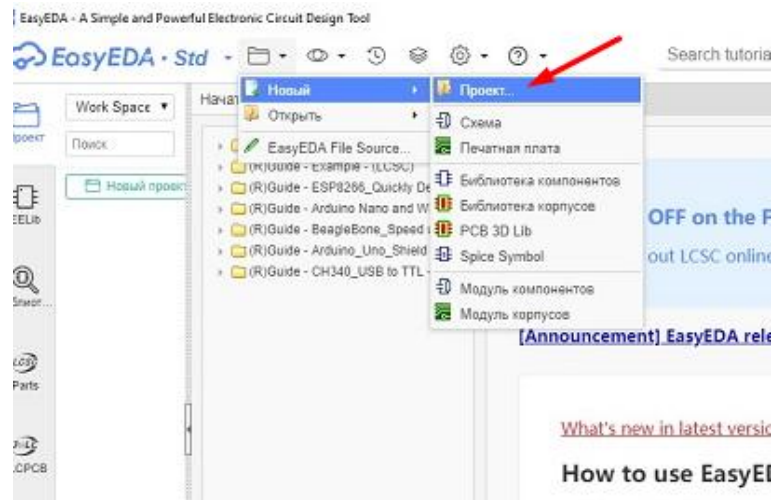

Рис.5.2 Создание нового проекта
2. Создайте новый проект: File -> New -> Project, назовите его Practise_Name (Рис.5.2). Название проекта вводится латиницей (не менее 8 символов)